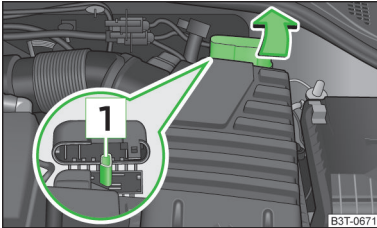

Abb. 189
Bei Fahrzeugen mit der Fahrzeugbatterie im Gepäckraum kann der Pluspol der stromgebenden Batterie mit einem Starthilfekabel nur an den Starthilfekabel im Motorraum des zu startenden Fahrzeugs angeschlossen werden » Abb. 189 !
- Die Schutzkappe des Starthilfekabels in Pfeilrichtung aufklappen » Abb. 189.